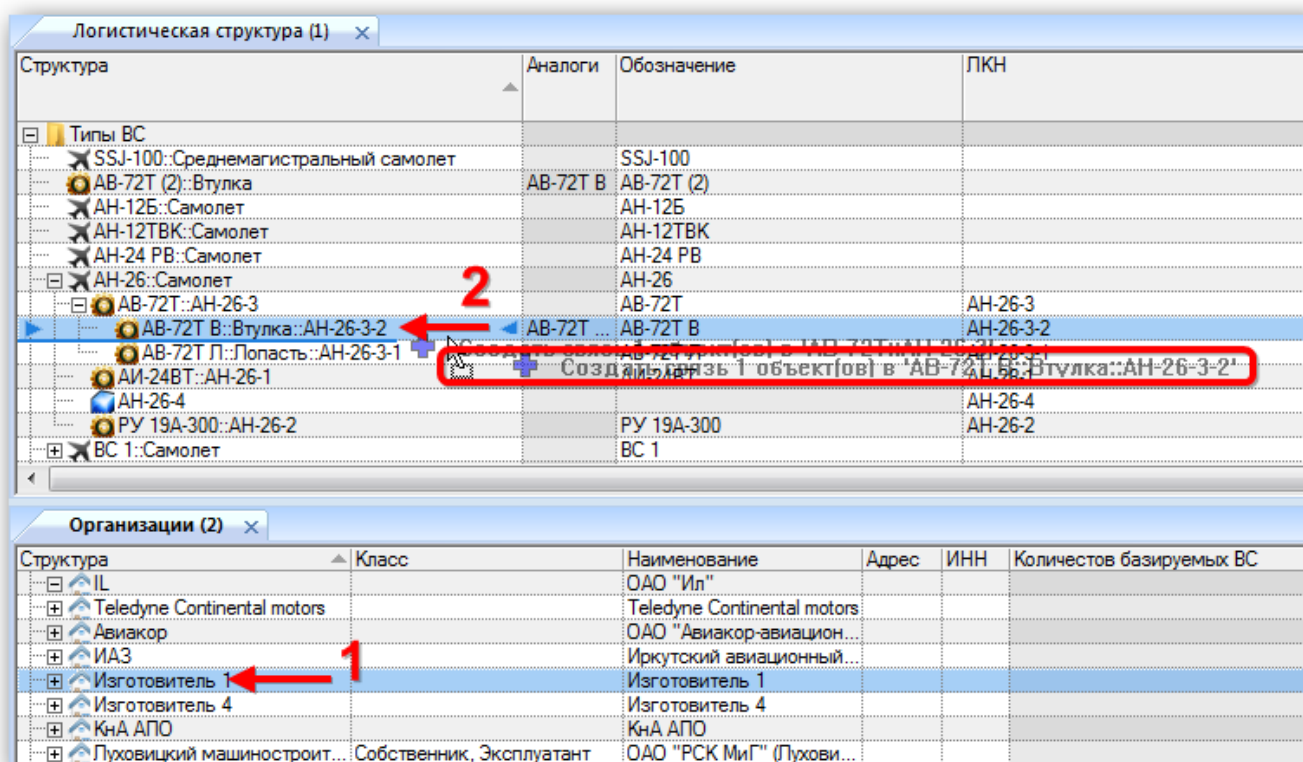

Рис. 9-49 – Переместить организацию к нужному компоненту в окно «Логистическая структура»
2) Переместить нужную организацию с помощью мыши из окна «Организации» на компонент в окне «Логистическая структура» или справочнике «Компоненты и запчасти» (1 и 2 на рис. 9-49) и отпустить левую кнопку мыши.